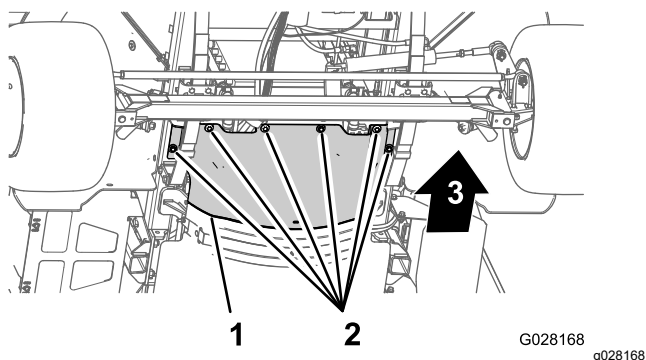

Figure 65
3. Retirez les 6 boulons à tête hexagonale et les 6 rondelles qui fixent l'écran pare-chaueur avant au châssis et déposez l'écran (Figure 65).